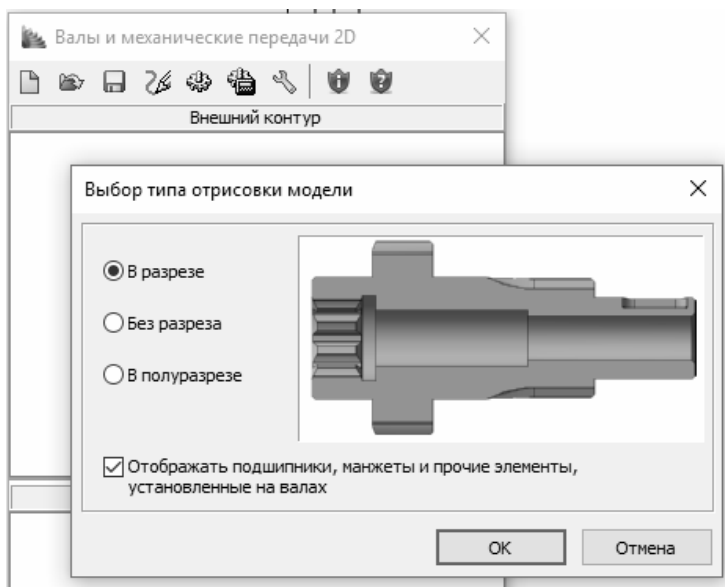

Рис. 14.2. Создание новой модели
3. Выберите команду **Новая модель**  и укажите тип отрисовки модели «В разрезе» (рис. 14.2).